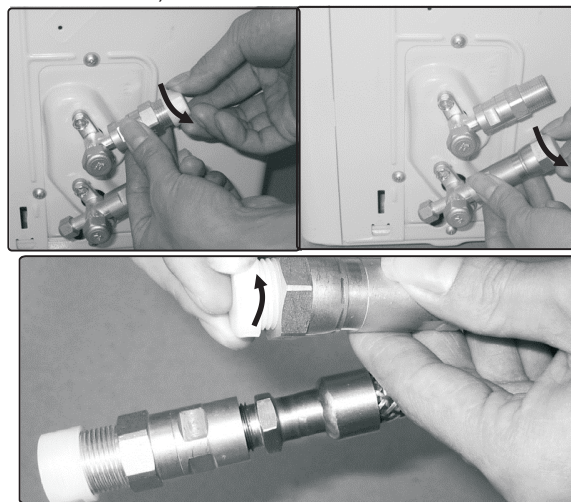

Abb. 6.2
2. Entfernen Sie die Kunststoffdichtungen an der Außeneinheit und der entsprechenden Kältemittelleitung erst unmittelbar vor dem Anschluss (siehe Abb. 6.2).